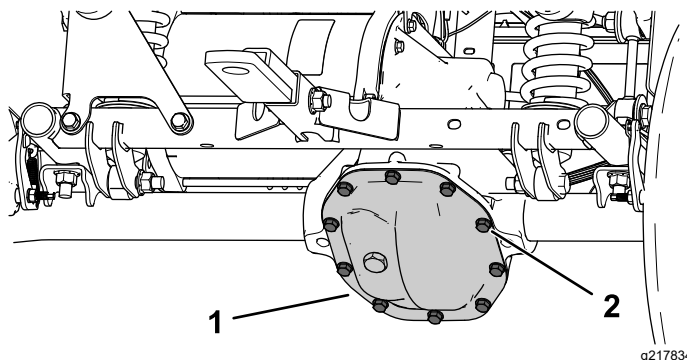

Figura 52
1. Coloque un recipiente de vaciado debajo de la cubierta del transeje (**Figura 52**).
2. Retire los pernos de la cubierta del transeje y vacíe el fluido completamente (**Figura 52**).